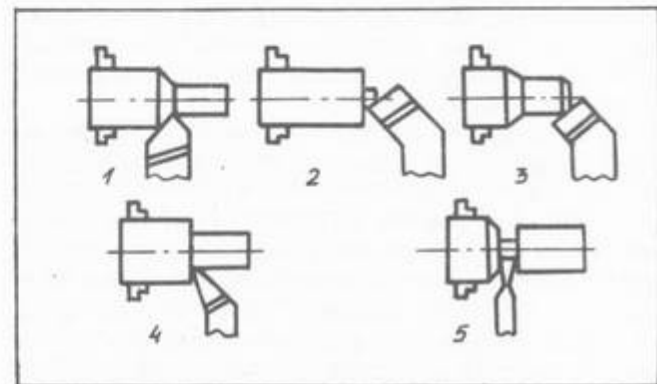

Рис. 9
25. Определите названия операций, показанных на рис. 9, и проставьте их номера в перечне. Ответ: подрезание уступа — 4, отрезание — 5, снятие фаски — 3, цилиндрическое точение — 1, подрезание торца — 2.